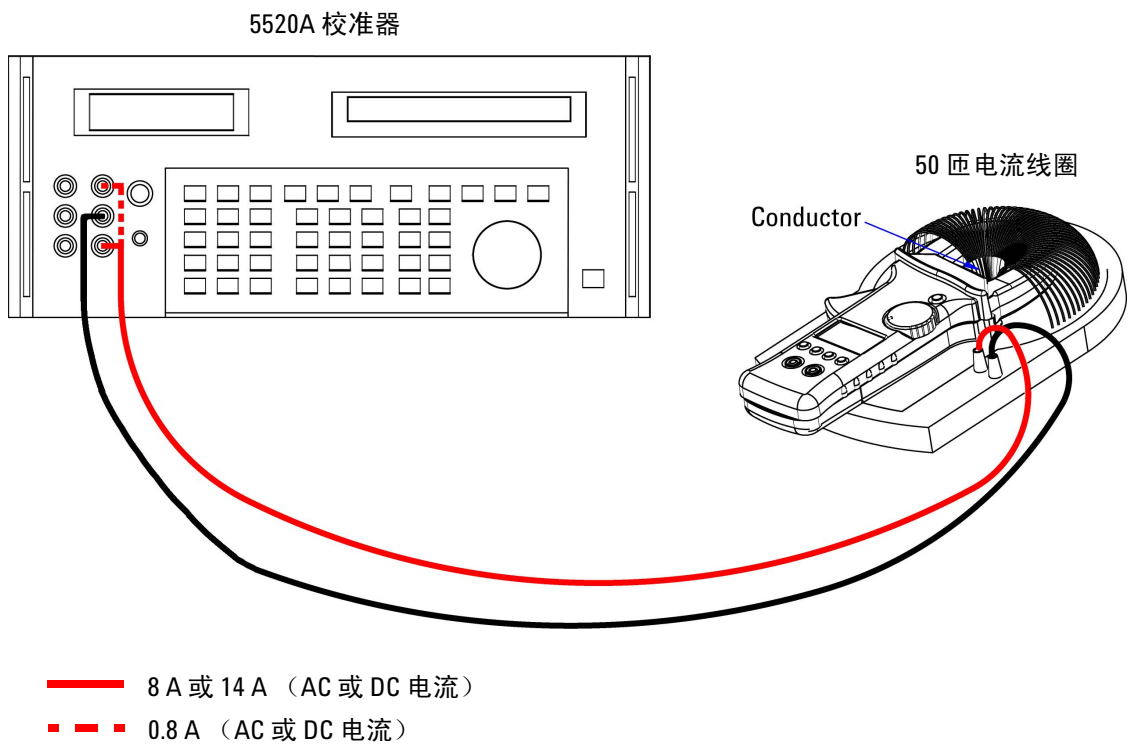

图 6-2 电流性能验证测试设置
- 1 按照第 72 页上的图 6-2 “电流性能验证测试设置” 所示将钳形表放在 50 匝电流线圈处。